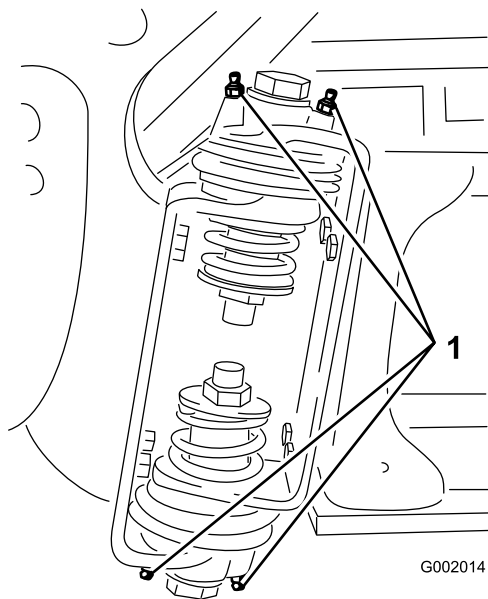

Figura 42
2. Pompate del grasso nel raccordo di ogni cuscinetto o boccola Figura 42.